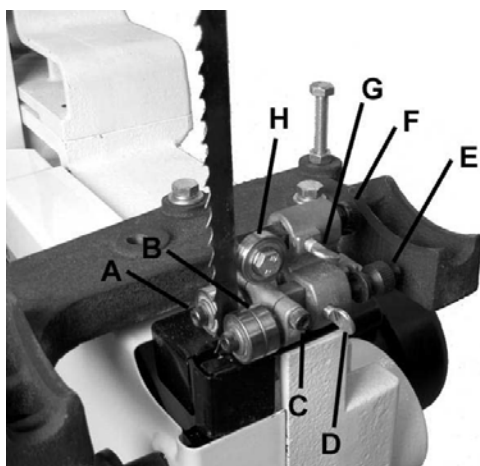

Рисунок 12.
3. Ослабьте барашек (G, Рис. 12) и поверните ручку с накаткой (F, Рис. 12), чтобы сдвинуть упорный подшипник (H, Рис. 12) внутрь или наружу, пока подшипник не будет на расстоянии 0,4 мм за полотном.
4. Затяните барашек (G, Рис. 12).
5. Ослабьте барашек (D, Рис. 12) и поверните ручку с накаткой (Е, Рис. 12), чтобы сдвинуть скобу направляющего блока внутрь или наружу, пока передняя кромка направляющих подшипников не будет чуть позади впадин зубьев полотна.
6. Затяните барашек (D, Рис. 12).
7. Ослабьте фиксирующий винт (С, Рис. 12) и поверните направляющие подшипники (В, Рис. 12), повернув эксцентрик (А, Рис. 12) торцевым шестигранным ключом 4 мм в комплекте. Направляющие подшипники должны быть так близко к полотну, как только возможно без сдавливания.
8. Затяните фиксирующий винт (С, Рис. 12).
3. Если настройку нужно произвести влево или вправо, слегка ослабьте четыре винта (А, Рис. 12а) и произведите легкую поднастройку направляющей стойки. Затяните винты, когда процесс завершен.
4. Если требуется произвести настройку вперед-назад, это делается затягиванием или ослаблением винтов (В, С, Рис. 12а). Верхние установочные винты (В, Рис. 12а) отводят направляющую стойку назад (если стоять напротив станка), в то время как нижние установочные винты (С, Рис. 12а) отводят направляющую стойку вперед.
Рисунок 12а.